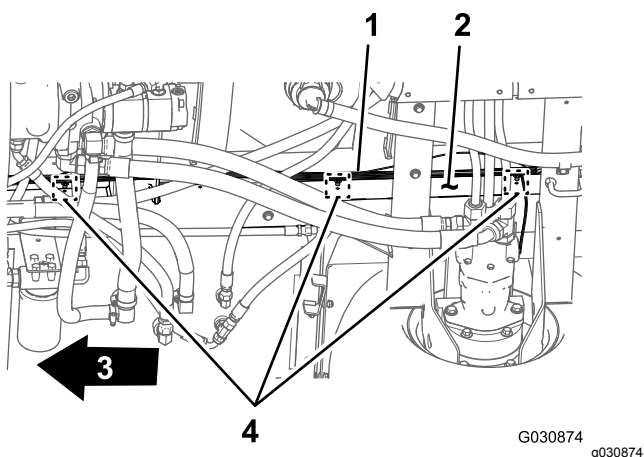

Figura 52
3. Retire las 3 fijaciones a presión que sujetan el arnés de cables trasero a los orificios del larguero derecho del bastidor de la máquina (Figura 52).